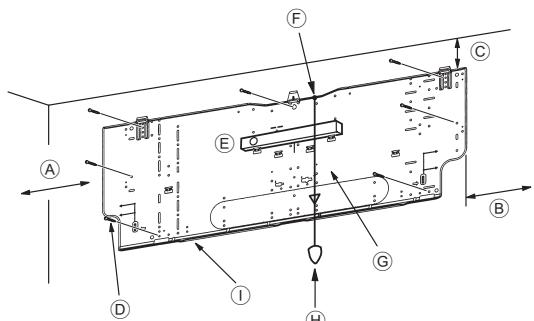
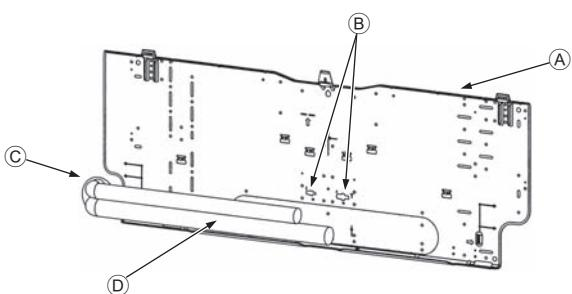

Рис. 3-4
Рис. 3-5
■ PKFY-P-VKM-E (Рис. 3-4)
- Ⓓ Крепежные винты (4 x 25) ②
- Ⓘ Монтажная плата ①
3.3. Встраивание труб в стены (Рис. 3-5)
- Ⓐ Монтажная плата ①